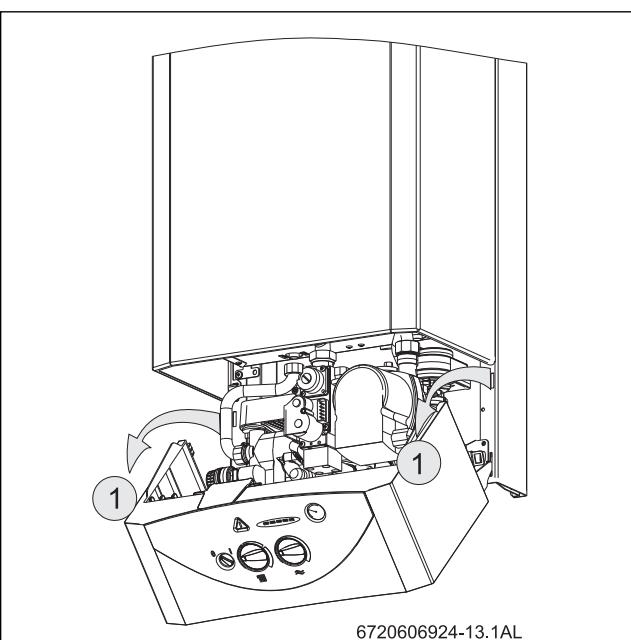

Fig. 22 Posição de serviço para ajustes do gás
- Baixar o painel de comandos para a posição de serviço (ver Fig. 22).
- Desapertar o parafuso obturador (3) e ligar o manômetro de tubos em U à união de pressão.